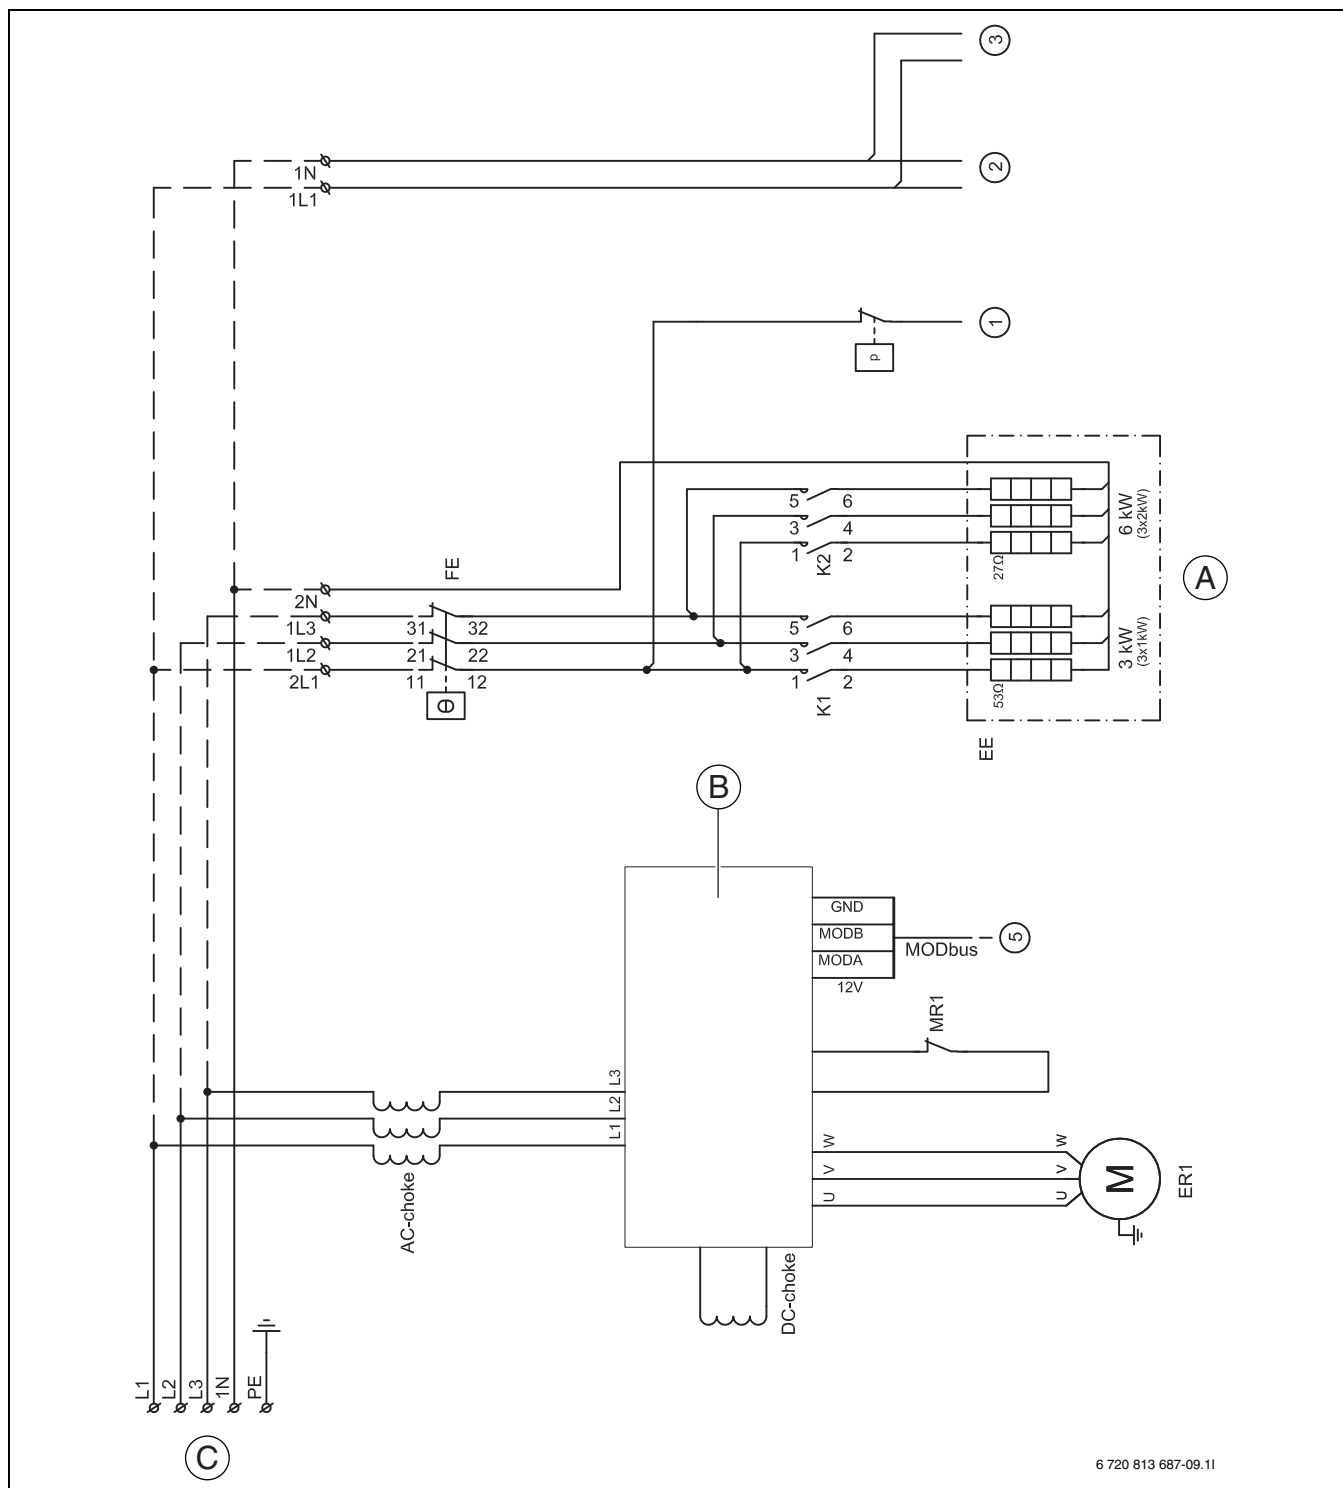

Fig. 28 Strømforsyning varmepumpe
[1]	Alarm til trykkvokteren/elektrisk tilskudd ([1] fig. 28)
[2]	230 V~ driftsspenning ([2] fig. 28)
- [3] 230 V~ driftsspenning ([3] fig. 28)
- [5] MOD-BUS til inverteren ([5] fig. 28)